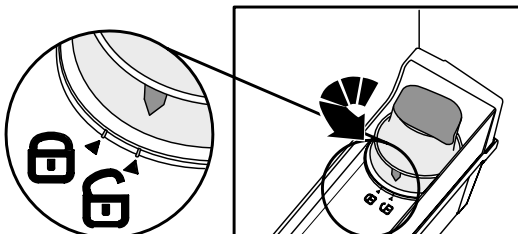

Fig. 3
- Desbloqueie o filtro rodando-o na direção contrária à dos ponteiros do relógio (Fig 3);
(Pode seguir o procedimento descrito nas secções "Ativação do filtro de carvão" e "Instalação do filtro - Fig. 3, 4, 5, 6, 7, 8).